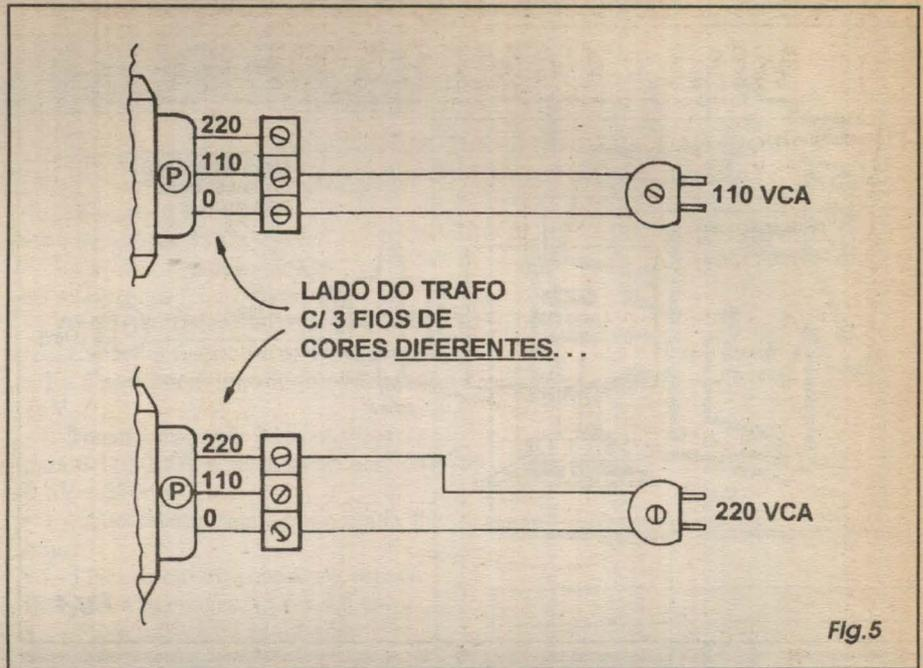

Fig.5
- **FIG. 5 - DETALHANDO AS CONEXÕES DO TRAFÓ, EM FUNÇÃO DA TENSÃO DA REDE LOCAL** - Se o leitor/hobbysta quiser que a *coisa* fique com *ar* bem profissional, recomendamos que os três fios do *primário* do transformador sejam conectados, primeiramente, a uma trinca de segmentos de barra parafusável tipo *Sindal*, com o que as alternativas para as duas tensões de rede ficam bem mais óbvias e elegantes nas suas ligações, conforme se vê no diagrama... Inclusive, para simplificar, a barra de três conectores poderá ser fixada externamente à traseira da caixa que abrigar o circuito, facilitando a ligação direta à cabagem local de C.A., se assim for desejado ou conveniente para a instalação pretendida...